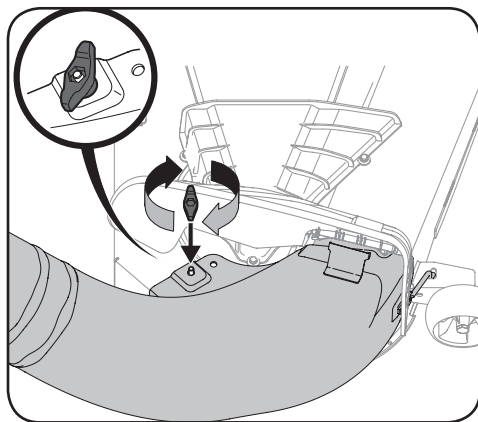

Figure 4-29
1. Vissez fermement l'extrémité supérieure du tube de goulotte dans le support de la goulotte supérieure. Pour assurer un enfilage sûr, il y a deux languettes sur la partie intérieure du support de la goulotte supérieure. Consultez la Figure 4-29.